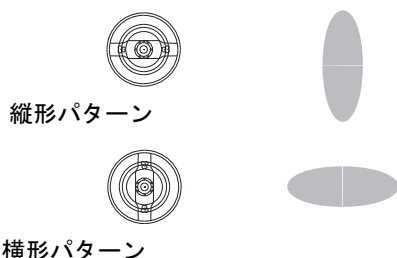

図 18 エアキャップの位置
4. エアキャップのリテーナリングをゆるめて、縦横のスプレーパターンに応じてエアキャップを回転します。図 18 を参照してください。エアキャップが所定位置にしっかりと固定されるまで保持リングを締めます。手でエアキャップホーンを回すことをできなくする必要があります。